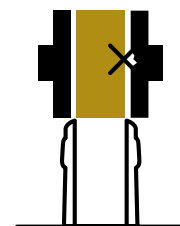

Figure 13
- Vérifier fréquemment le niveau d'usure des mâchoires de compression, car la moindre usure ou défaut peut provoquer des rainures latérales sur le bouchon et entraîner alors une fuite du vin ou une infiltration d'air (Figure 13);